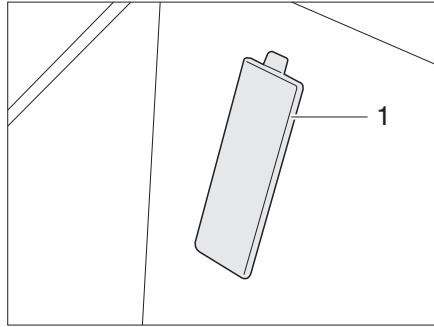

Bild 304 Abdeckung Fahrgestellnummer
- ▷ Die Fahrgestellnummer befindet sich bei Fahrzeugen auf Fiat-Basis hinter einer Abdeckung (Bild 304,1) im Einstieg auf der Beifahrerseite.